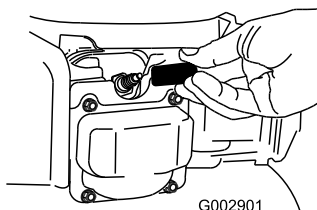

Figure 34
2. Débranchez le fil de la bougie (Figure 34) avant de procéder à un quelconque entretien.